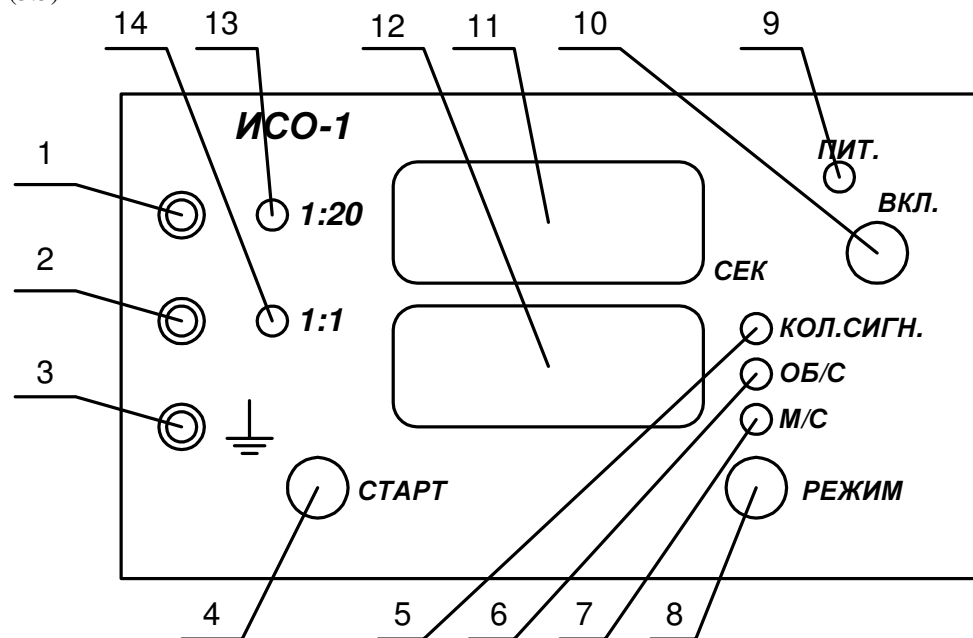

Рис. 1
3.4.1.1. Прибор выполнен в корпусе для переносного исполнения. На лицевой панели измерителя расположены органы индикации и управления. Внешний вид измерителя, расположение органов управления и основных элементов приведены на рис. 1.